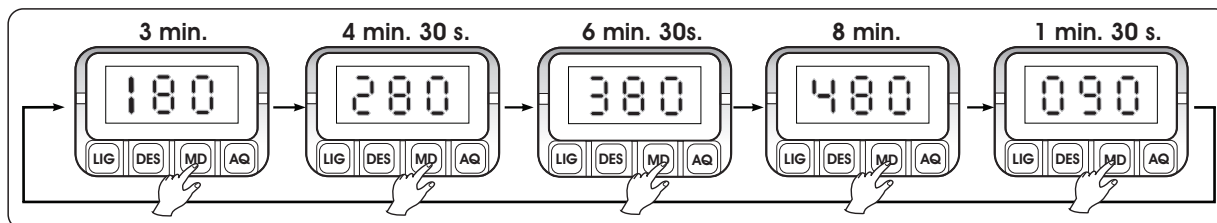

Fig.13
- 6► Selecione o tempo desejado no teclado utilizando a tecla **MD**. A seleção de tempo inicia com o ciclo padrão de 180s (3 min.). A cada toque na tecla **MD**, o display exibirá um dos 5 tempos de limpeza pré-programados (Fig. 13).